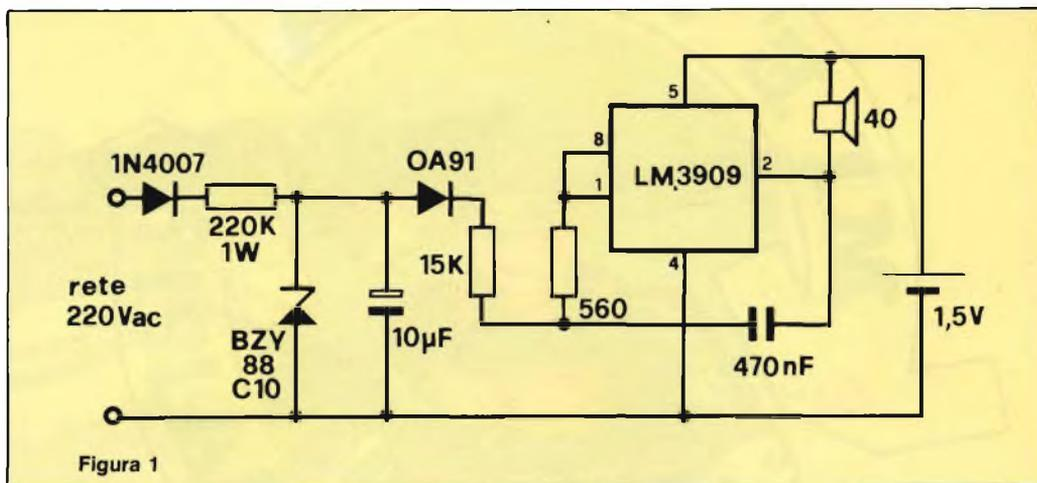
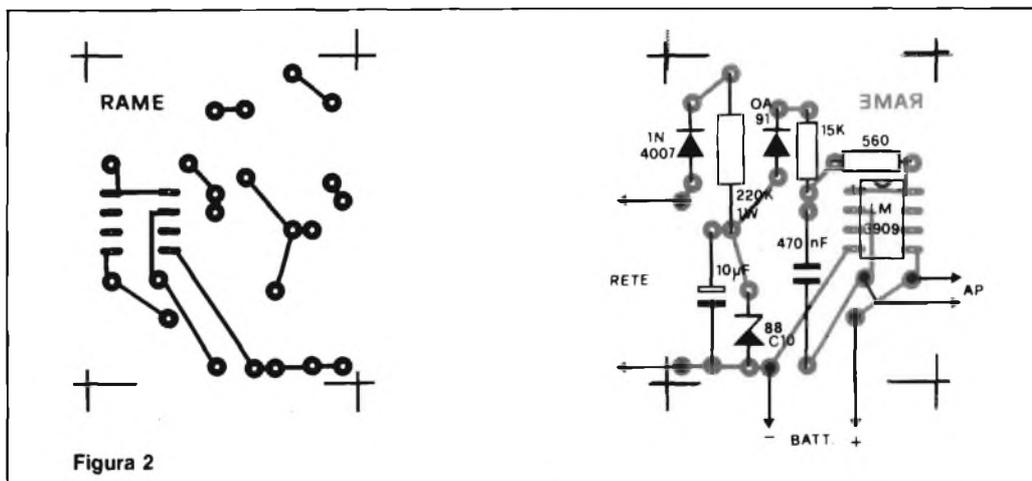

Figura 1
Figura 2
Lo schema del generatore vobulato è visibile in **figura 1**, assieme a quello del misuratore di livello acustico che lo completa (**figura 2**).
**D**i questi dispositivi ne sono già stati presentati parecchi, ma quello da me proposto è alimentato da una comune batteria da 1,5 Volt per orologio. Il circuitino, di cui potete vedere lo schema in **figura 1**, si mette a fischiare non appena venga a mancare per una ragione qualsiasi la tensione di rete. In molti casi la segnalazione tempestiva di tale evento risulta quantomeno utile, si pensi al deterioramento che subirebbero le vivande lasciate, anche per tempi non necessariamente lunghi, entro il frigorifero spento. Lo
poso, l'assorbimento richiesto alla batteria è praticamente nullo il che assicura all'avvisatore una lunga autonomia. Ho assemblato i componenti sulla basetta di figura 2 che per le sue ristrette dimensioni, può trovare benissimo posto in qualsiasi strumento o apparecchiatura. Problemi di realizzazione non ve ne sono: si tenga presente solamente che il resistore da 220 kΩ collegato alla rete deve avere una potenza di almeno 1 W per non riscaldare eccessivamente.
figura 1, lo abbiamo tratto pari pari dal numero 7/8 della rivista francese "Electronique Pratique" ed è un classico finale di potenza da 60 W musicali (su 8 oppure 16 Ω) prodotto dalla ditta TSM. Altre sue caratteristiche sono: sensibilità d'ingresso di 780 mV, impedenza d'ingresso di 47 kΩ, raddrizzatore a semiconduttori, alimentazioni filtrate con ripple trascurabile, visualizzazione tramite led della corrente di catodo dei finali, possibilità di inserire una controeazione e possibilità di togliere l'anodica lasciando accesi i filamenti. L'amplificatore prevede tre sole valvole: un triodopendolo ECF 82 e appunto due EL 34. La sezione pendolo della ECF 82 si interessa dello stadio di ingresso il quale provvede, con R8 - C6, ad smorzare eventuali instabilità alle frequenze più alte. Il tasso di controeazione in arrivo dal trasformatore d'uscita tramite R23 - R15 - C20 - R28 - R16 - R17 - C7 può venire selezionato tra i valori